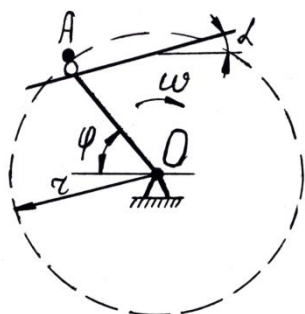

Рис. 1.5
1.23. Клавіша двохвального соломотряса здійснює плоско-коливальний рух під дією кривошипа радіуса r , який обертається з кутовою швидкістю ω (рис.1.5). Клавіша нахилена під кутом α до горизонту. Частка соломи A масою m перебуває на клавіші. Сила опору середовища при її русі пропорційна швидкості (коефіцієнт пропорційності K).